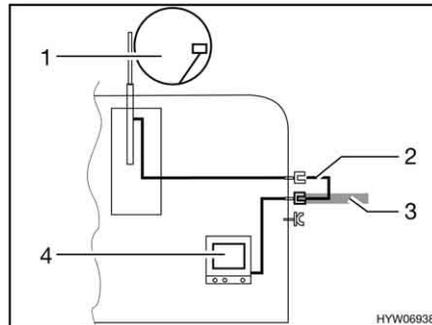

Fig. 154 TV en el vehículo
- TV en el vehículo (Fig. 154,4): Conexión a la antena del techo (Fig. 154,1) con el cable de conexión (Fig. 154,2)
- TV en el vehículo (Fig. 154,4): Conexión a antena externa (Fig. 154,3)